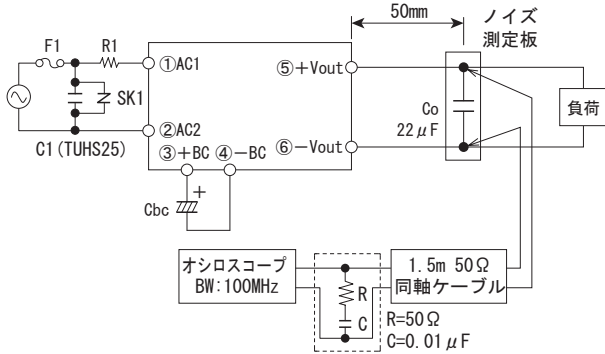

図3.13 電気特性の測定回路
■出力リップルおよびリップルノイズは図3.13に規定する方法にて測定した値です。Cbcの容量は表3.2の推奨容量を参照してください。